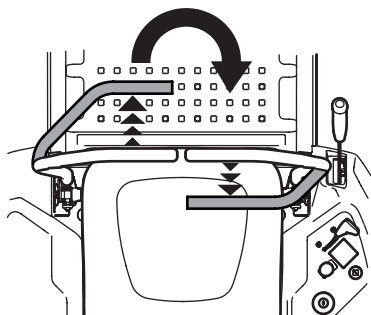

Figura 34
- Para girar en el sentido de las agujas del reloj, mueva la palanca de control de la transmisión izquierda hacia adelante mientras mueve simultáneamente la palanca de control de la transmisión derecha hacia atrás (Figura 34).